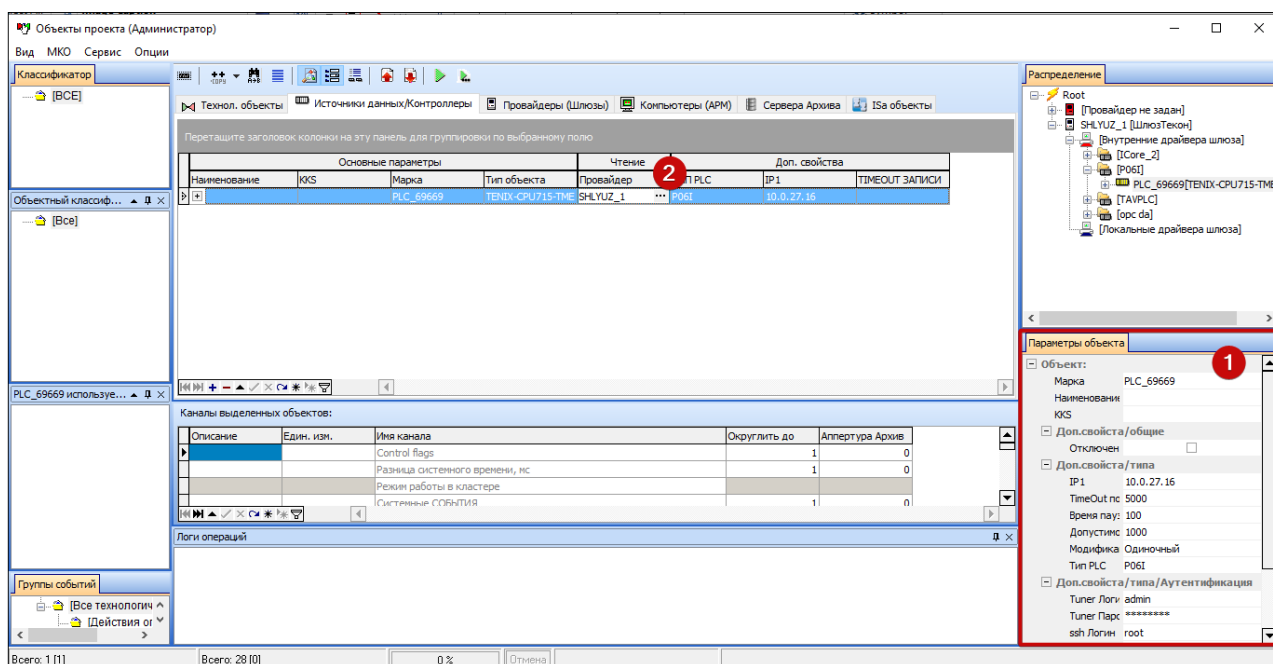

Рисунок 7.2. Настройка свойств источника данных
- в дополнительном окне "Параметры объекта" (рис. 7.2 [1]). В случае, если нужное поле отсутствует в окне, кликните ПКМ в свободной области окна и в контекстном меню "Добавить" выберите нужный пункт;
- 6) Назначьте шлюз (провайдер), который будет взаимодействовать с источником данных. Для этого в таблице в поле "Провайдер" из выпадающего списка выберите нужный экземпляр шлюза (рис. 7.2 [2]).